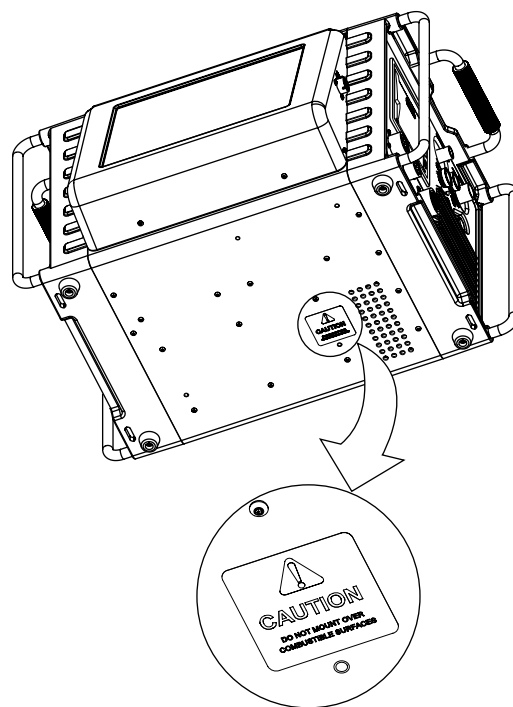

Abb. 1: Etikett mit Sicherheitshinweisen zum Aufstellen des M200-Netzteils
- Stellen Sie das M200-Netzteil nicht auf einer leicht entzündlichen Oberfläche auf. Weitere Informationen finden Sie auf dem Etikett auf der Unterseite des M200-Netzteils (Abb. 1).